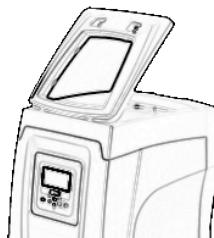

Рисунок 2
- **Поверхность А:** дверца доступа в технический отсек. Можно снять дверку, вставив 2 пальца в резиновые захваты, скжав и повернув дверку вокруг петель на противоположной от захватов стороне (см. Рис.2). Чтобы вернуть дверку на место, вставьте петли в гнезда и закройте дверку до срабатывания.